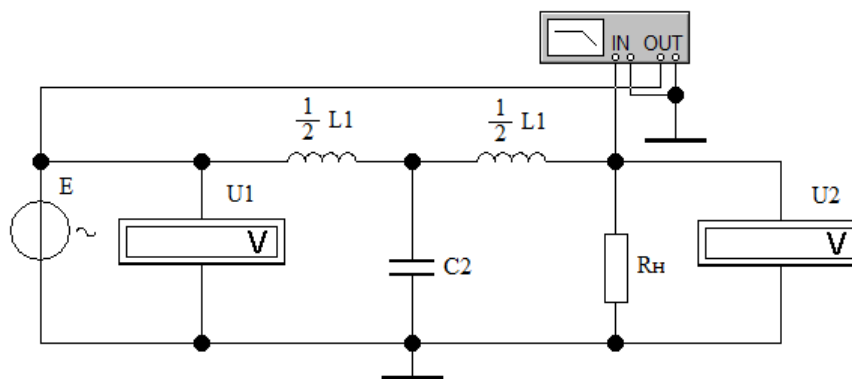

Рисунок 1-Схема исследования частотных характеристик ФНЧ
- 1.Собрать схему электрической цепи (рисунок 1).